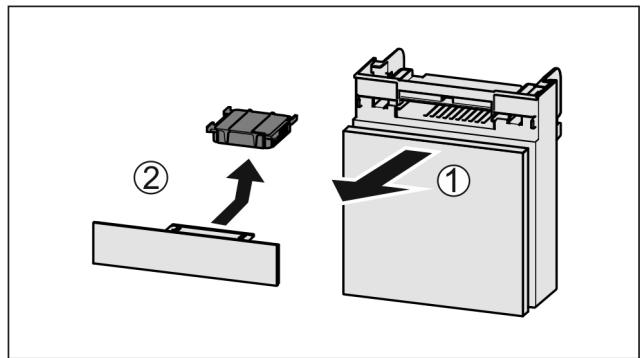

Fig. 113
- ▶ Fach nach vorne herausziehen Fig. 113 (1).
- ▶ Aktivkohlefilter entnehmen Fig. 113 (2).